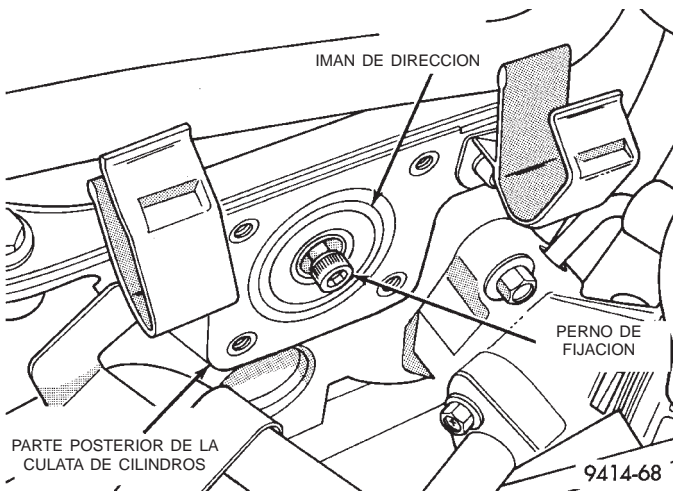

Fig. 41 Desmontaje e instalación del imán de dirección
- (1) Desconecte el tubo de aire filtrado del cuerpo de mariposa y del cuerpo del depurador de aire. Retire el tubo de aire filtrado.
- (2) Retire el tubo de admisión del depurador de aire.
- (3) Desconecte los conectores eléctricos del sensor del refrigerante del motor y del sensor de posición del árbol de levas.
- (4) Retire la manguera del reforzador de freno y el conector eléctrico de los casquillos situados en un extremo de la tapa de la culata de cilindros.
- (5) Retire los tornillos de instalación del sensor de posición del árbol de levas. Retire el sensor.
- (6) Afloje el tornillo que fija el imán de dirección a la parte posterior del árbol de levas (Fig. 41).